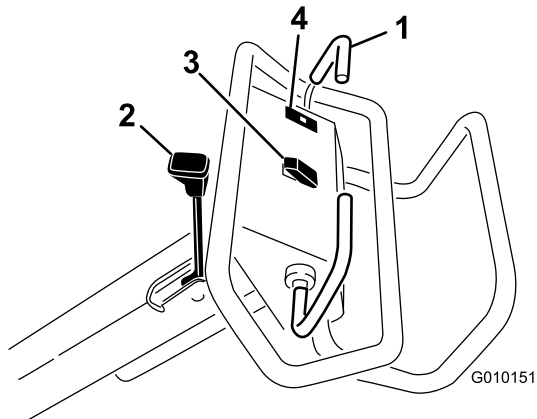

Figura 13
Per avanzare, spostate in avanti la barra di comando della trazione. Per spostarvi in retromarcia, tirate indietro la barra di comando (Figura 13).
- Per inserire il freno di stazionamento spostate la relativa leva verso la stegola dell'operatore (Figura 13).
La spia di avvertenza della pressione dell'olio (Figura 13) si illumina quando la pressione dell'olio motore scende al di sotto di un livello di sicurezza. Se si riscontra una bassa pressione dell'olio, spegnete il motore e determinatene la causa. Riparate il danno prima di riavviare il motore.
**Sollevamento** – Premete la parte superiore dell'interruttore (Figura 13) per sollevare e disinnestare la testa di carotaggio. Il motore deve girare per generare la pressione di sollevamento. Se la testa di carotaggio si trova al di sotto dell'altezza di trasferimento, fate riferimento a Reset del circuito di controllo del sistema \(pagina 27\).
**Abbassamento/Innesto** – Premete la parte inferiore dell'interruttore (Figura 13) per abbassare la testa di carotaggio e innestarla. Per attivare l'interruttore la barra di comando della trazione deve essere spostata in avanti.